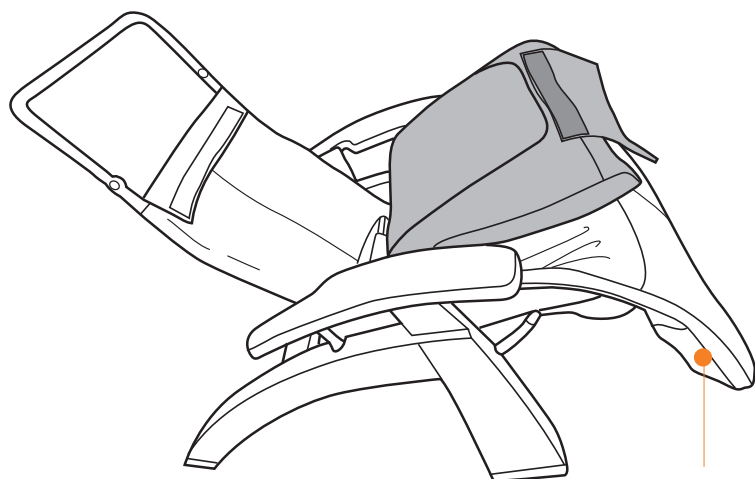

Fig.5
1. Faites glisser le coussin corporel sur le cadre de repose-pieds en vous assurant que le cadre glisse dans les poches situées sur les coins inférieurs du coussin (Fig.5).